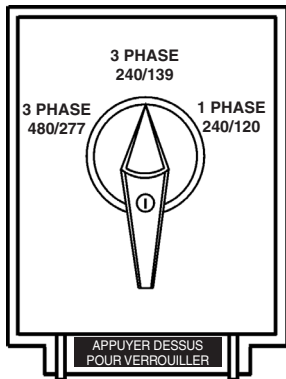

Figure 20. Commutateur de sélection de tension
1. Mettre le commutateur de sélection de tension dans la position 3Ø 240/139V comme indiqué dans Figure 20.